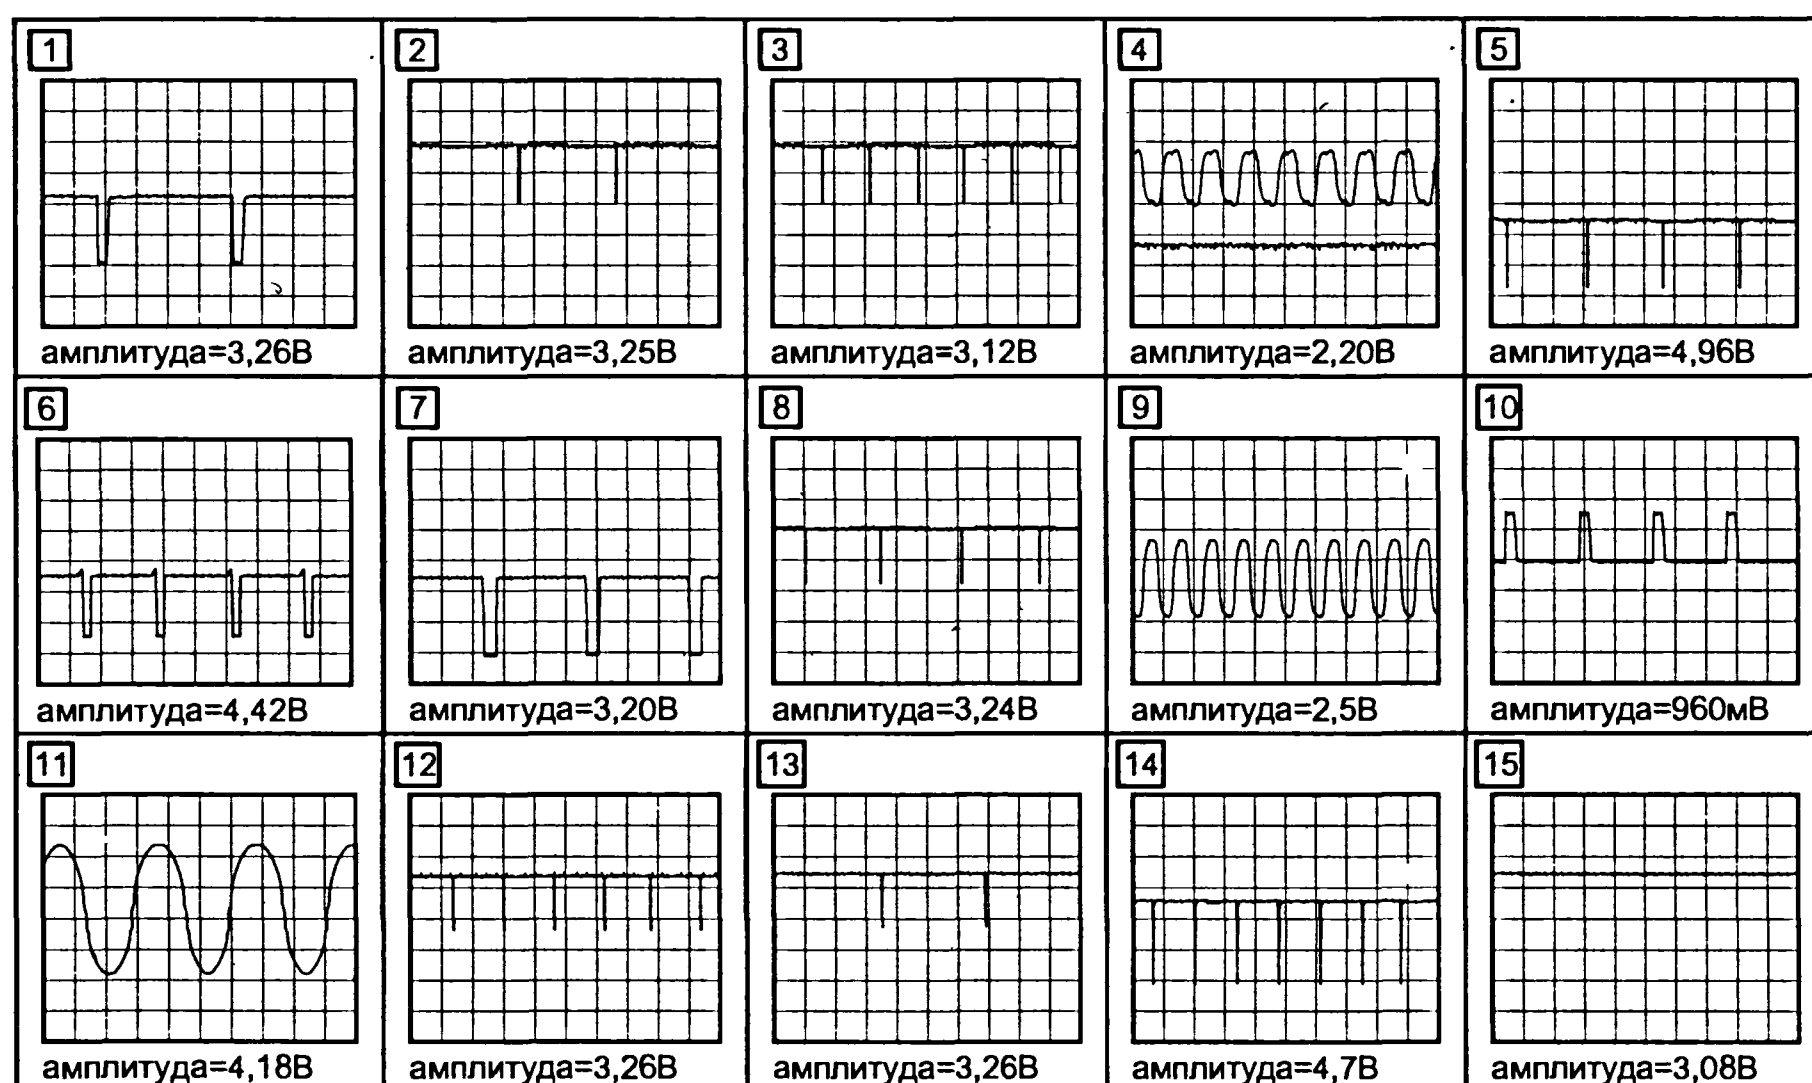

Рис. 8.10. Осциллограммы сигналов в контрольных точках схемы
Сигнал управления схемами фиксации уровней черного CLAMP_CPU формирует МП (выв. 16). Отсюда он поступает на выв. 28 IC300. Для синхронизации АЦП на выв. 40, 41 IC300 подаются синхросигналы PLL_H*V (осц. 7 на рис. 8.10) и MX_PDEN (осц. 8), формируемые микроконтроллером из входных строчных синхроимпульсов.
Для управления LVDS-интерфейсом микросхема IC406 формирует сигналы синхронизации LDTGB (осц. 1 на рис. 8.10), LVSYNCB (осц. 2), LHSYNCB (осц. 3) и LCKBB (осц. 4). LCD-интерфейс формирует цифровой 20-битный код управления шинными дешифраторами LCD-панели. Конструктивно они расположены на самой LCD-панели, и их выходы управляют засветкой каждого отдельного пикселя.
Проверяют наличие цифровых видеосигналов на выв. 34, 35, 39, 40, 42, 43, 45 и 46 IC601 и их соответствие осц. 15 (рис. 8.10). Если сигналы есть и на выв. 1 и 17 IC501 высокие уровни сигналов, то методом замены проверяют LCD-панель. Если сигналы на выв. 1 и 17 IC501 неактивны — проверяют питание микроконтроллер (5 В
- LDTGB (выв. 76, осц. 1 на рис. 8.10);
Если синхросигналы есть, проверяют наличие синхросигналов на выв. 40 и 41 IC300 (осц. 7 и 8 на рис. 8.10) и сигналов интерфейса I²C на выв. 29 и 30 IC300 (наличие этих сигналов проверяют в момент включения питания монитора). Если одного из сигналов нет, проверяют соответствующие цепи (микросхемы IC207, IC501).
Если сигналы на входах IC300 есть, проверяют ее выходные синхросигналы на выв. 115 и 117 (осц. 9 и 10 на рис. 8.10), а также цифровые 24-разрядные видеосигналы на выходах портов PDA и PDB IC300.
Если форма сигналов на одном из выв. 34, 35, 39, 40, 42, 43, 45 и 46 IC601 не соответствует осц. 15 на рис. 8.10, проверяют эту микросхему и связанные с ней элементы. Если сигналы в норме — заменяют LCD-панель.
Вначале проверяют наличие входных сигналов микросхемы IC404 на выв. 2, 5 и 10 (осц. 11, 12 и 13 на рис. 8.10). Если сигналы не соответ-